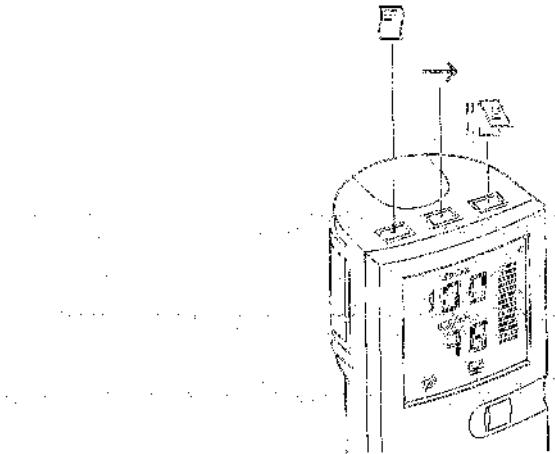

Figura 4: Posición de los botones para ajustar el reloj
1. Despues de poner en marcha el N-20P, pulsar el botón **■**. El indicador de SATURACION DEL OXIGENO indica una "t" (tiempo) y luego, en cifras parpadeantes, la hora. Pulsar el botón **→** para cambiar la hora (figura 4).